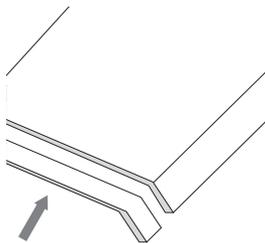

Рис. 35. Установка заглушек
- установите заглушки на верхний и нижний торцы центральной стойки (рисунок 35);